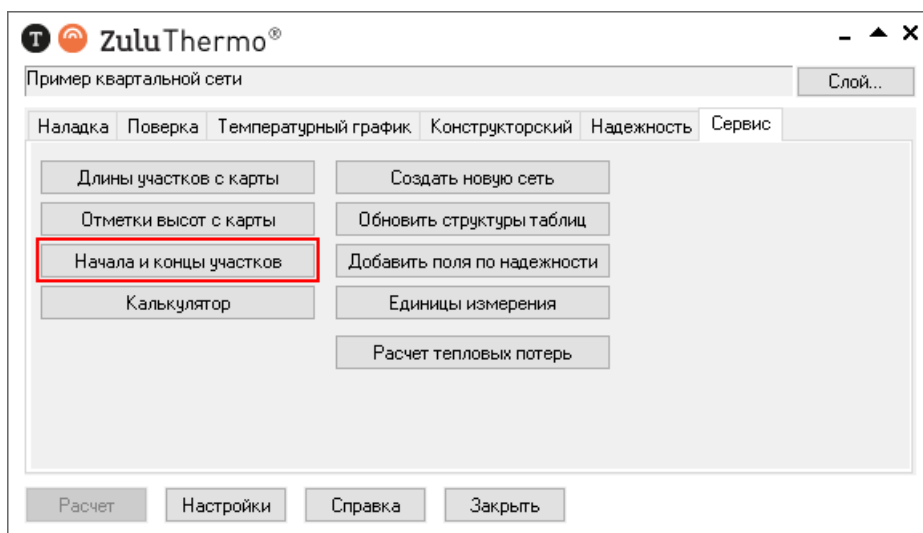

Рисунок 19.5. Вкладка «Сервис»
3. Перейдите на вкладку Сервис. Появится окно, показанное на Рисунок 19.5, «Вкладка «Сервис»».